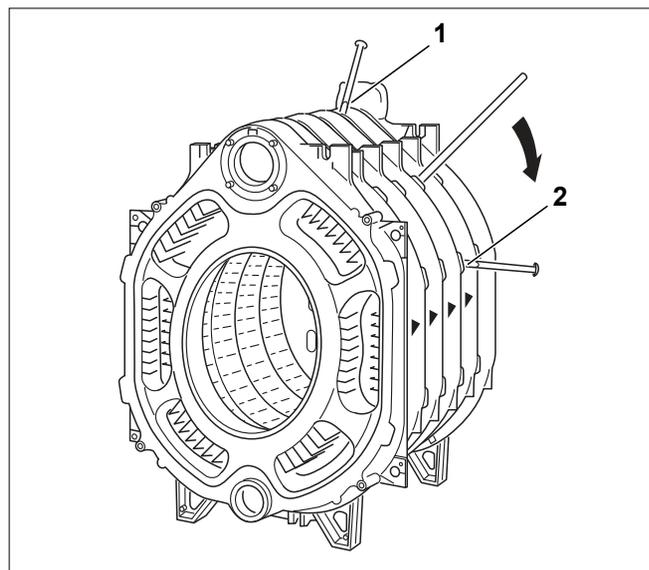

Рис. 22 Разъединение котлового блока
- ▶ Вставьте (забейте) клинья или зубило в предусмотренных для этого местах (рис. 22, [1] и [2]), вверху и внизу между секциями и разъедините котёл в месте утечки.